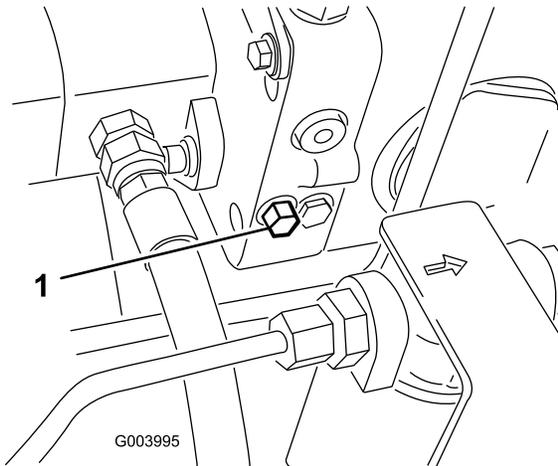

图35
1. 旁通阀位于静液压泵的左侧（图35）。将螺栓旋转1-1/2圈，打开旁通阀并允许液体在内部分流。